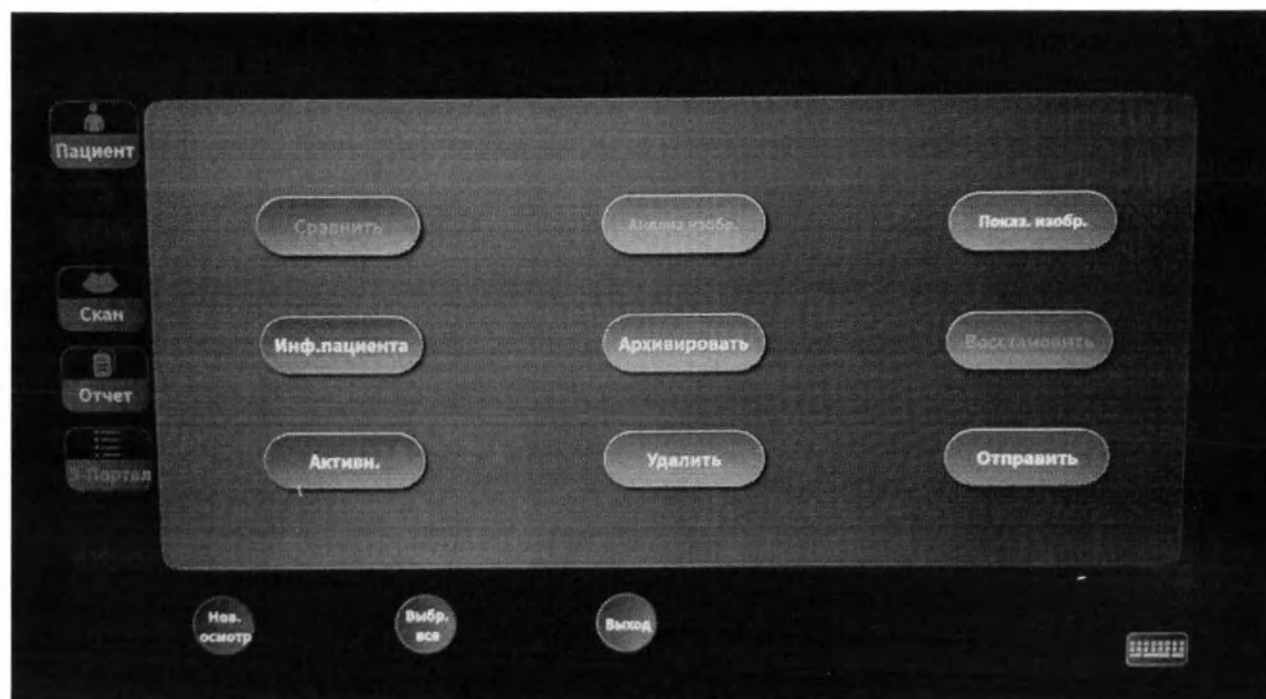

Рисунок 20. Раздел «Э-Портал»
6). Пользователи могут импортировать информацию о пациенте из раздела «Э-Портал» (рис. 20).